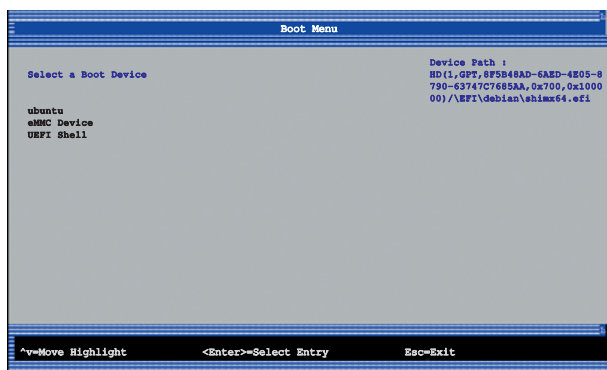

Рисунок 6 – Меню загрузки
2.7.5 В меню BIOS можно выбрать устройство загрузки операционной системы (см. рисунок 6).